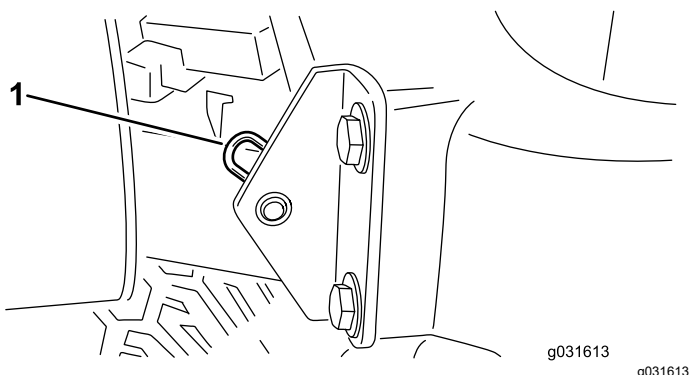

Figure 77
2. Retirez la goupille fendue qui fixe le pivot de capot aux supports (Figure 77).